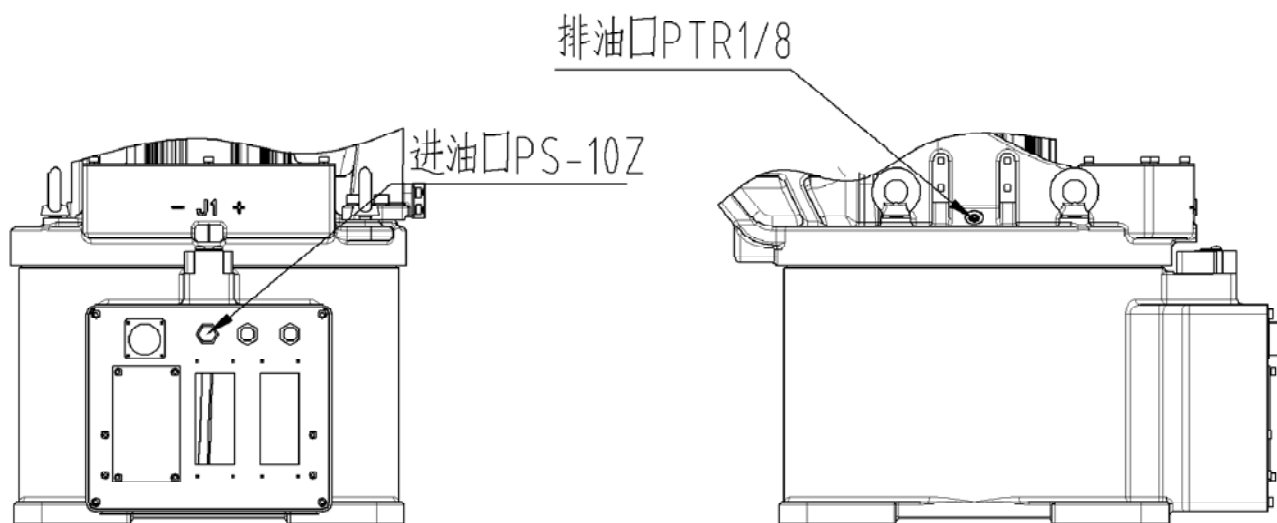

图 11 J1 轴减速机局部结构
(1) 油脂补充步骤（参考图 11）
- ③ 安装排油口堵塞前，运动 J1 轴几分钟，使多余的油脂从出油口排出；
④ 用布擦净从出油口排出的多余油脂，在出油口安装堵塞。
(2) 油脂更换步骤（参考图 11）